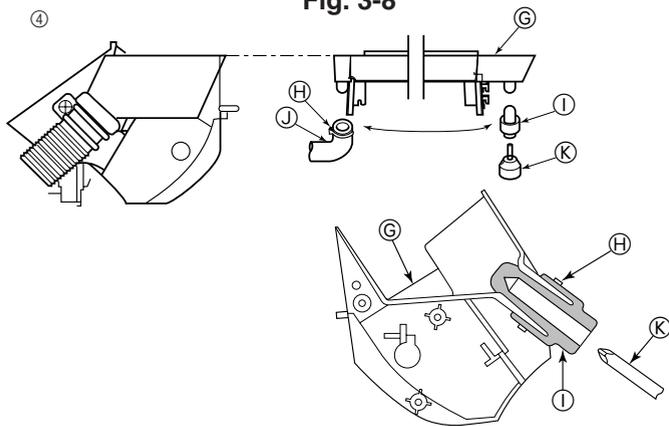

Fig. 3-9
- ④ Il tubo flessibile di drenaggio può essere collegato in due punti diversi. Scegliere il più adatto e, se necessario, modificare la posizione del bacino di drenaggio, del tappo di gomma e del tubo flessibile di drenaggio. (Fig. 3-9)